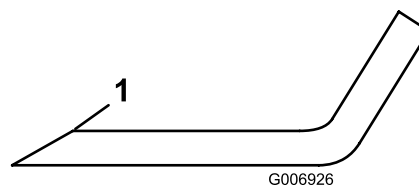

**Figure 69**
3. Examinez attentivement les tranchants de la lame, particulièrement au point de rencontre de la partie plane et de l'ailette (**Figure 69**).
4. Remplacez la lame si elle est usée (**Figure 69**) ; voir Entretien du plan de la lame \(page 62\).
Si la lame est trop usée, une entaille se forme entre l'ailette et la partie plane (**Figure 69**). La lame peut alors se briser et un morceau être projeté du dessous de la machine, vous blessant gravement ou une personne à proximité.